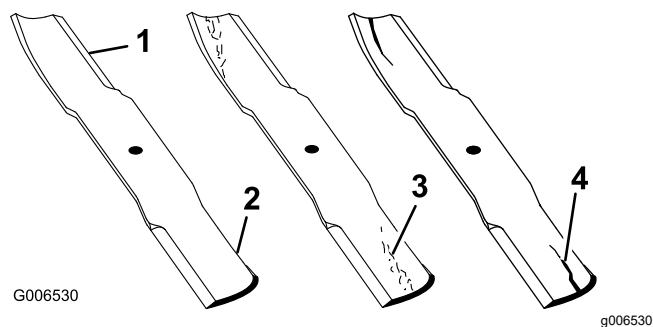

Рисунок 31
2. Осторожно проверьте режущие кромки ножей, особенно в точке соединения плоской и изогнутой частей ножа (Рисунок 31). Проверяйте ножи перед эксплуатацией машины, поскольку песок и абразивный материал могут стачивать металл между плоской и изогнутой частями ножа. Если вы увидите износ (Рисунок 31), замените нож; см. раздел Снятие и установка ножа \(ножей\) (страница 23).
При износе ножа между загибом и плоской частью ножа образуется бороздка (Рисунок 31). В конечном счете часть ножа может отломиться и вылететь из-под корпуса, возможно, нанеся тяжелую травму оператору или посторонним людям.